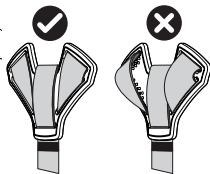

ABB. 2.2, ABB. 2.3
- Wenn Ihr Helm mit einem verstellbaren TriFix ausgestattet ist, können Sie die Position des Riemens für einen komfortableren Sitz relativ zu Ihrem Ohr einstellen. Ziehen Sie einen Riemen (Abb. 2.2 A) durch
das TriFix und nehmen Sie dann den Durchhang im gegenüberliegenden Riemen auf (Abb. 2.2 B). Stellen Sie die Riemen so ein, dass sie flach hinter Ihrem Ohr anliegen. Wiederholen Sie den Vorgang auf der anderen Seite des Helms, um sicherzustellen, dass beide Seiten gleich eingestellt sind.
- Ziehen Sie für Halbschalenhelme den Kinnriemen durch die Schnalle, bis er fest, aber bequem unter dem Kinn sitzt. Der Riemen muss vom Kieferknochen weg und dann zurück zur Kehle verlaufen. Positionieren Sie den O-Ring so, dass er die nicht benötigte Riemenlänge fixiert (Abb. 2.2 C).